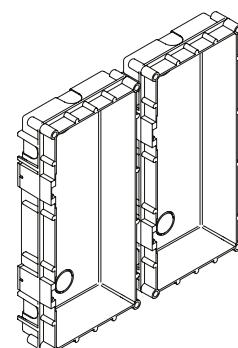

fig. 16
- Hook the spacers to first back box then hook the second back box to obtain the result shown on **Fig. 16**;
- Inserire i distanziali nella prima scatola da incasso quindi agganciare la seconda ad ottenere il risultato di Fig. 16.
- Insérer les entretoises dans le premier boîtier encastrable et accrocher le deuxième pour obtenir le résultat de la Fig. 16.